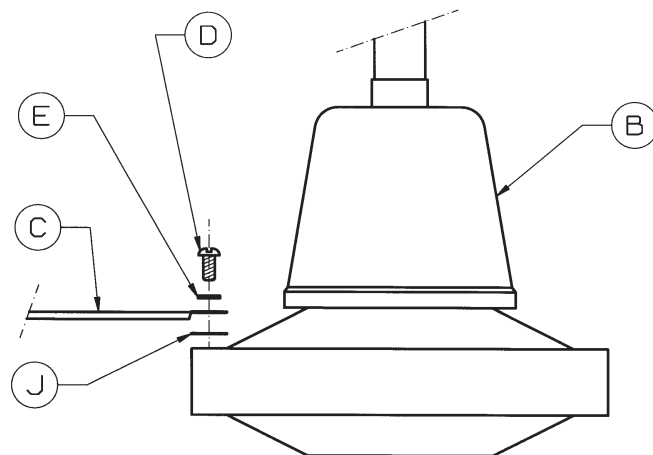

Fig 6
2.- Una las palas **(C)** al conjunto motor más soporte **(B)** mediante los tornillos **(D)** y las arandelas de seguridad **(E)**. No olvide poner la protección de tela entre la pala y el motor para evitar posibles ruidos. Repita este procedimiento con las demás palas. **(Fig.6)**